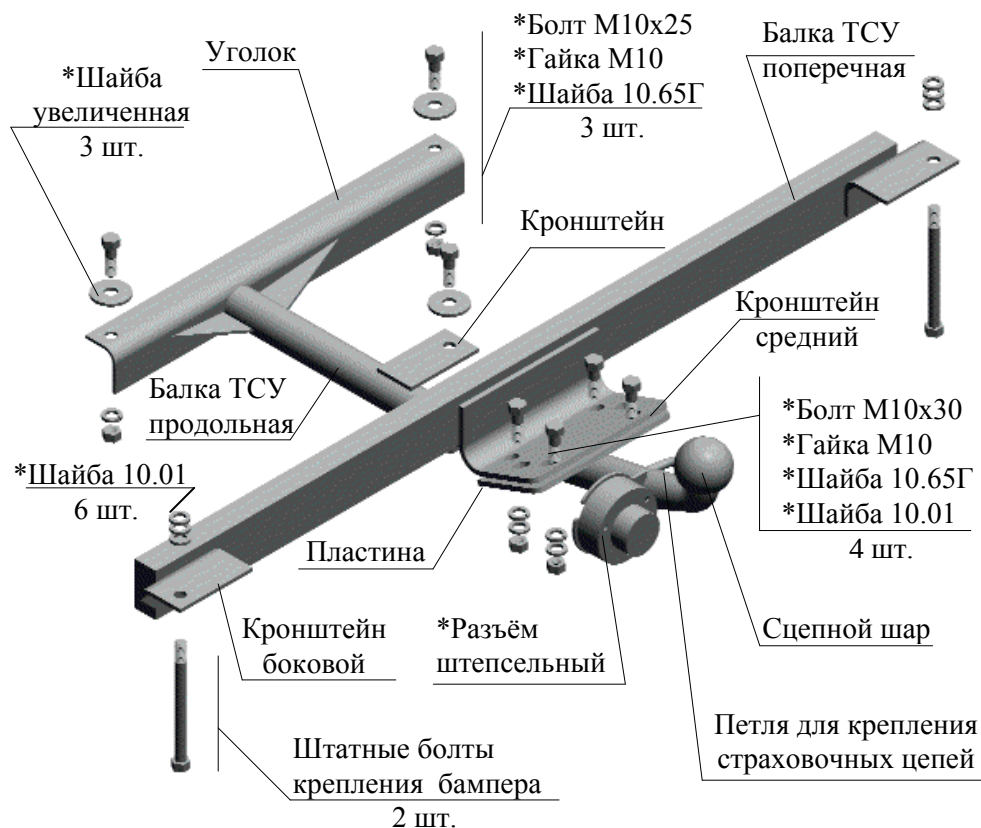

Рис.1 Тягово-сцепное устройство ТСУ 2108.Р (ТСУ 21099.Р)
| 2.1 ТСУ 2108.P, (ТСУ 21099) в сборе (рис.1)           | 1 шт. |
| 2.2 Пакет с комплектующими (см. рис.1)                | 1 шт. |
4.5 Соединить пластину продольной балки со средним кронштейном поперечной балки четырьмя болтами М10х30. (см. рис.1)